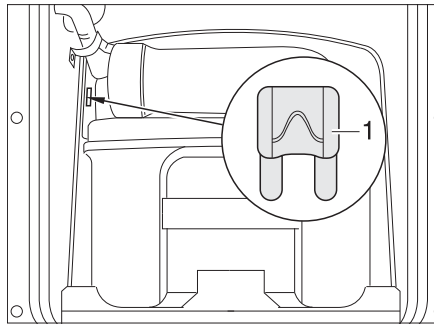
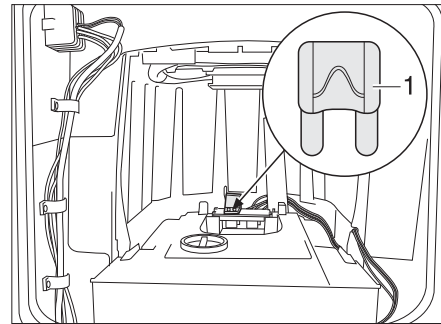

Fig. 239 Fusible des toilettes Thetford
Fig. 240 Fusible des toilettes Thetford (alternative)
- Changer le fusible (Fig. 239,1 ou. Fig. 240,1).